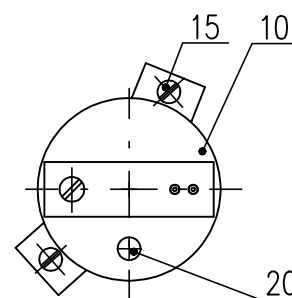

Рис.8
4.5 Установка емкостного датчика (рис.8)